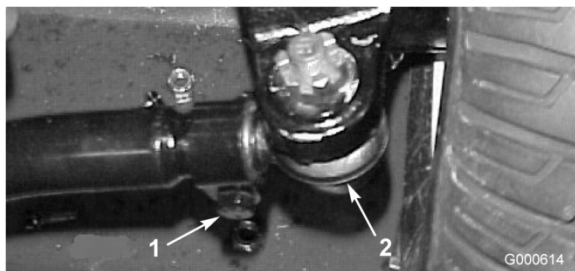

図 50
2. 調整が必要な場合は、タイロッドのボール・ジョイントのコッターピンとナットを外す（図50）。次に、タイロッドのボール・ジョイントをアクスル・ケースのサポートから外す。
3. タイロッド両側のクランプをゆるめる（図50）。